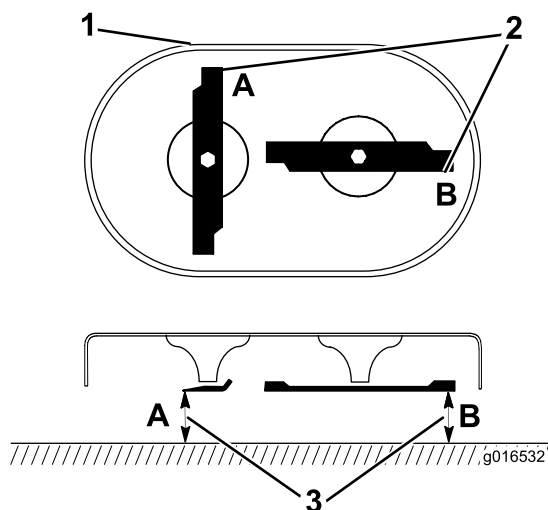

Figure 35
1. Faites tourner les lames jusqu'à ce qu'elles soient dans la position illustrée à la Figure 35.